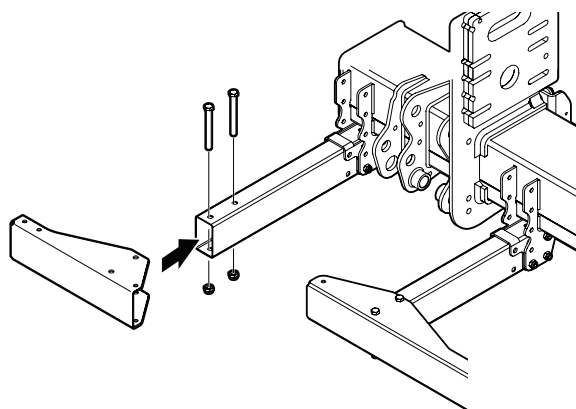

Imagen 54. Montaje de perfil de chapa externo
4. Monte los perfiles exteriores de chapa metálica con 2 tornillos M12x110 cada uno. Consulte Imagen 54.